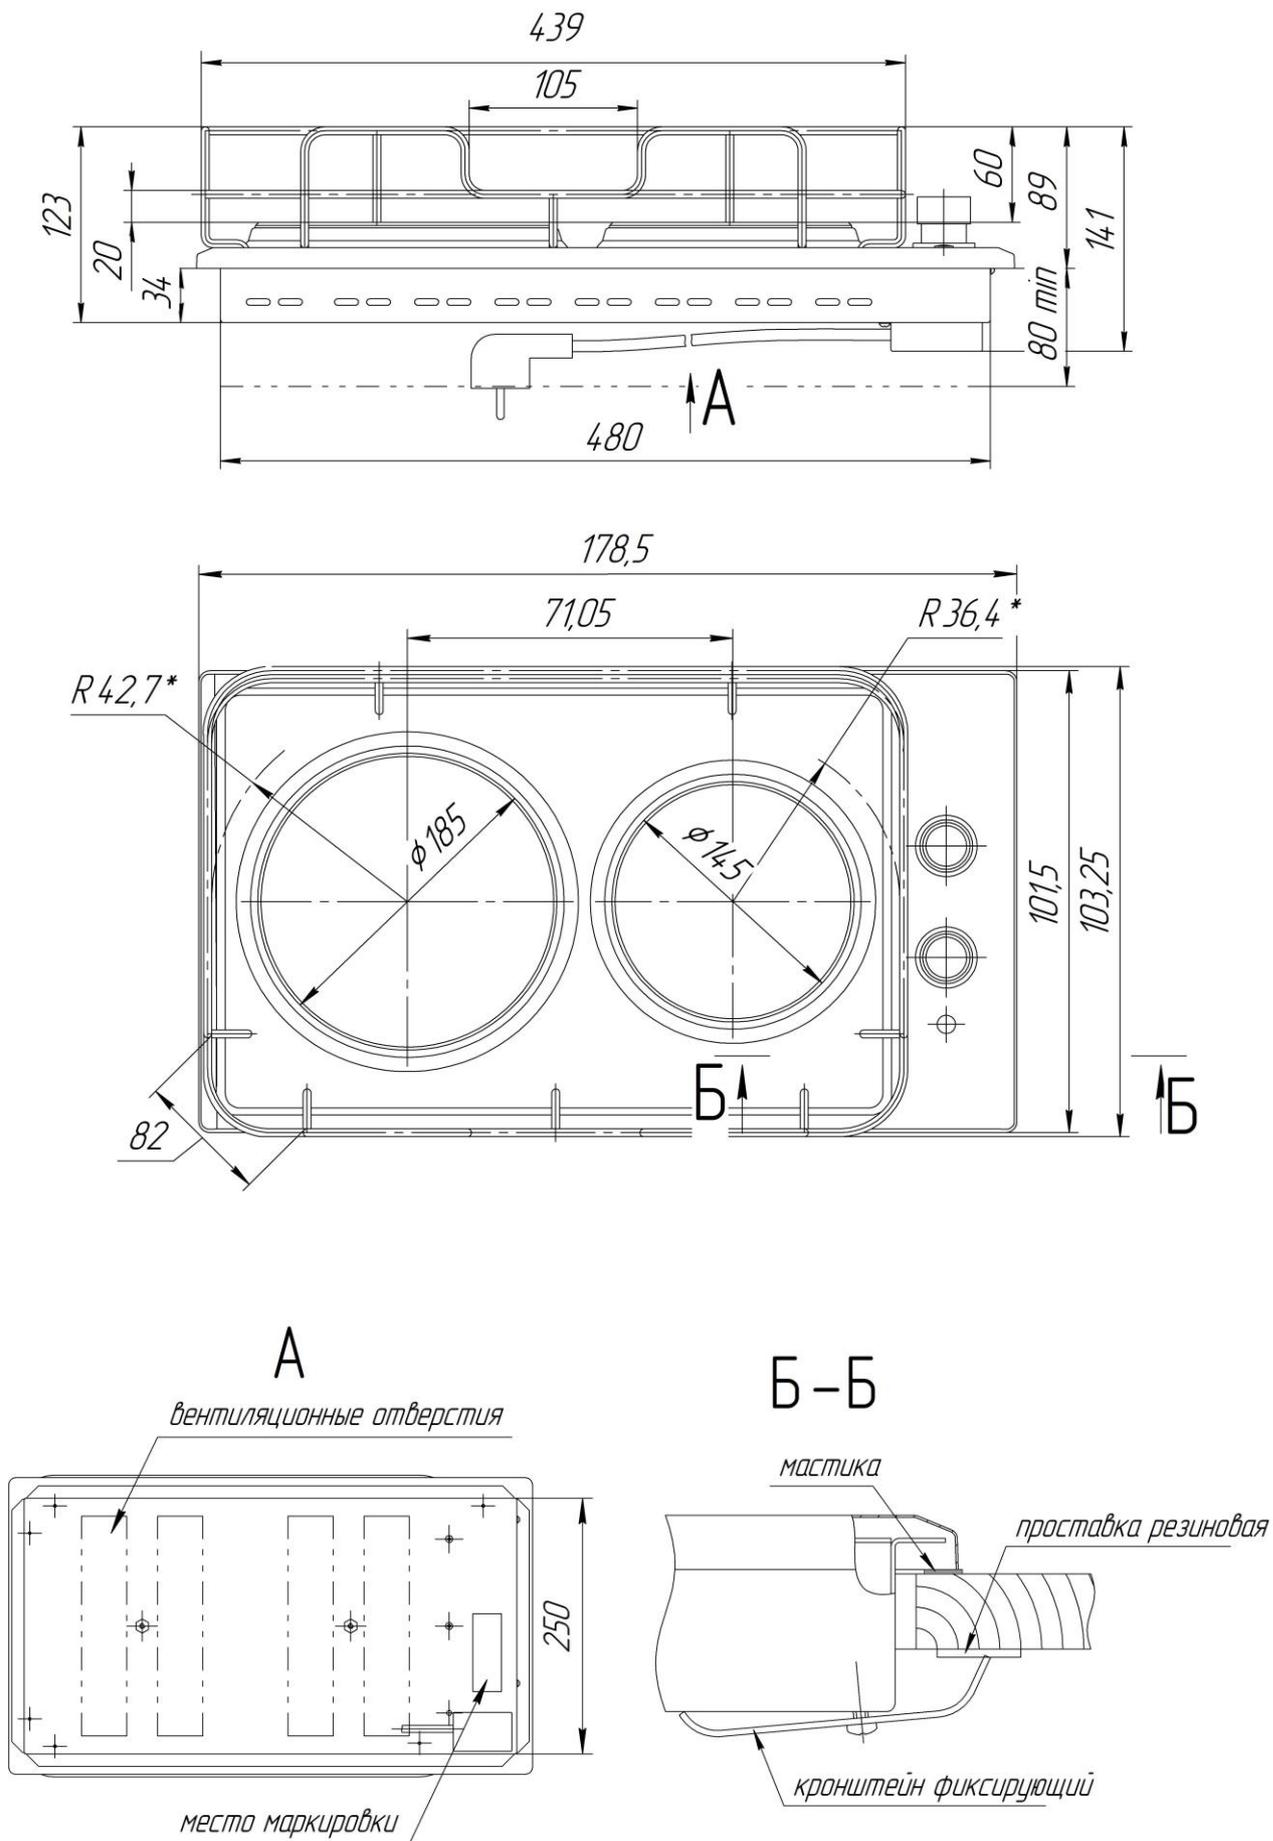

Рисунок 1. Габаритные и установочные размеры плиты.
2.4 Габаритные и установочные размеры – см. рисунок 1.